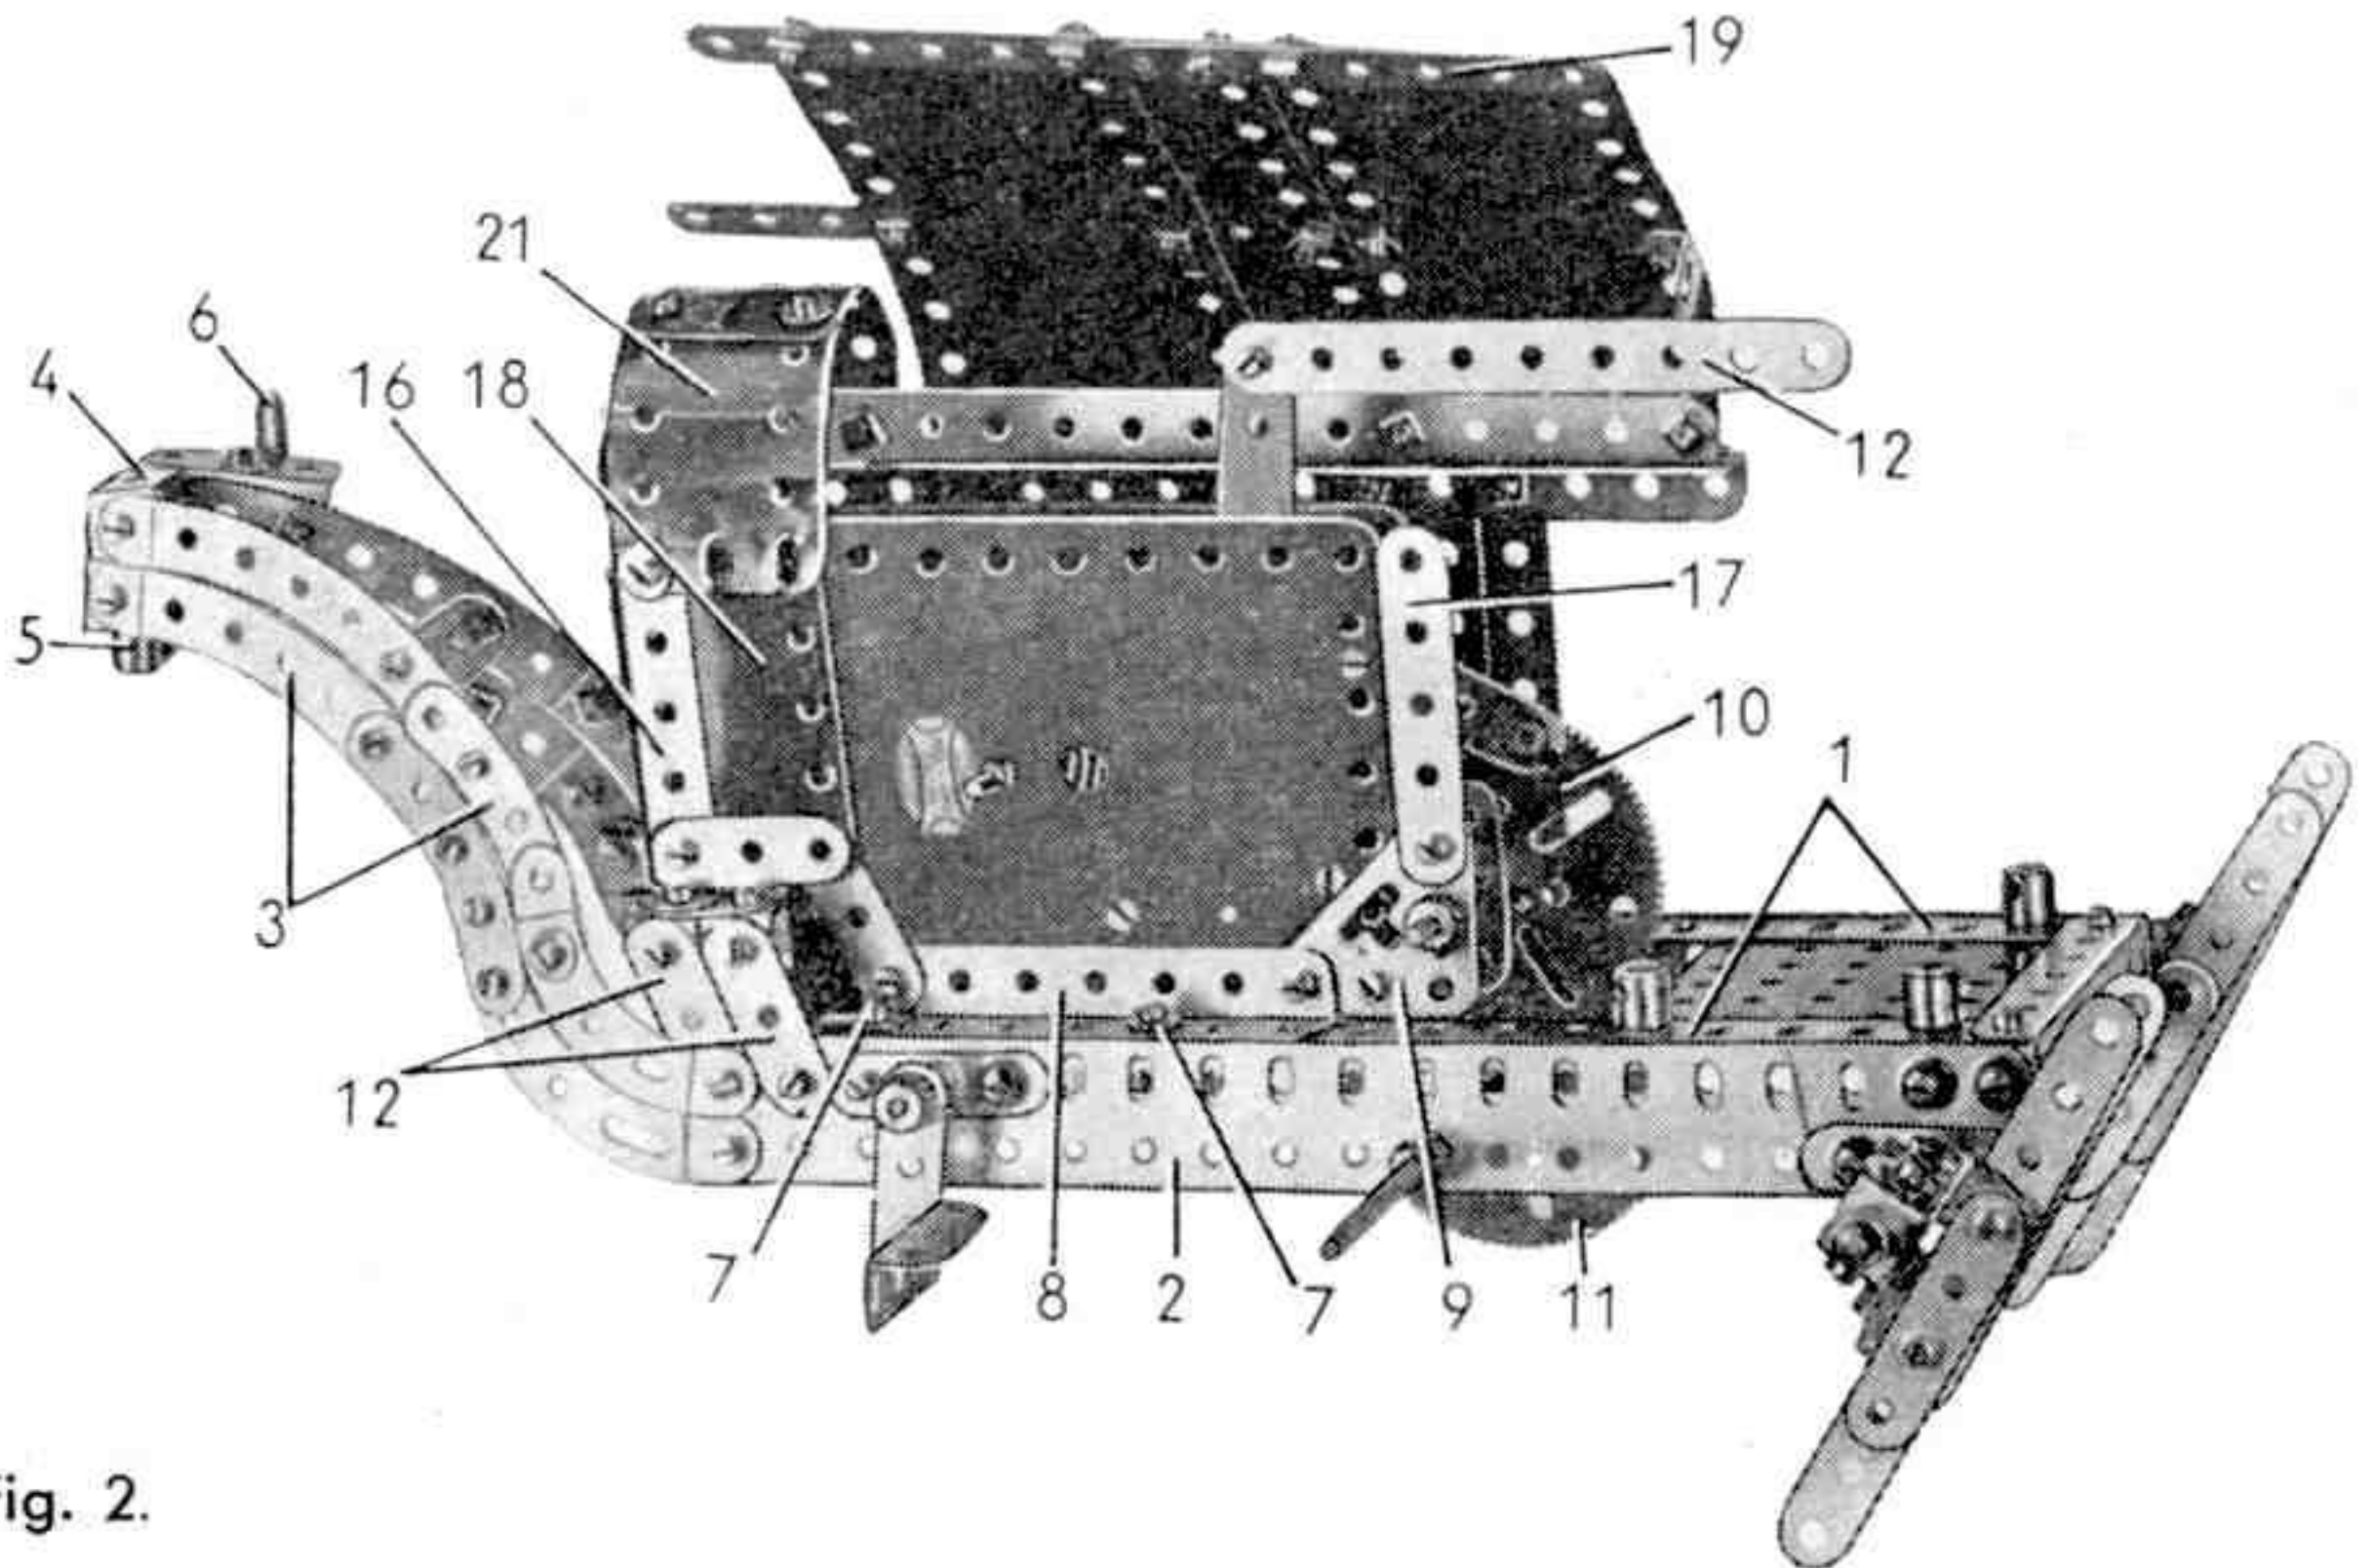

Fig. 2.
Le châssis du rouleau apparaît sur la figure 2. Il est constitué par deux cornières de 19 trous (1), doublées chacune par une poutrelle plate de même longueur (2). Les cornières (1) sont assemblées à l'avant et à l'arrière par une cornière de 9 trous.
Le châssis est prolongé vers l'avant par un col de cygne. Chaque côté du col de cygne est formé de deux bandes composées parallèles (3). Chaque bande (3) est faite d'une bande incurvée épaulée de 6 cm., d'une bande incurvée de 6 cm. et d'une bande incurvée épaulée de 10 cm., disposées comme le montre la figure 2. Les extrémités avant des bandes (3) sont assemblées par des supports doubles. Un troisième support double (4) est placé entre les bandes (3) supérieures. Une grande chape d'articulation (5) est placée entre les bandes (3) inférieures. En outre, sur un des côtés du col de cygne est fixée une cornière de 3 trous qui porte une équerre (6).
Le flasque du moteur forme un des côtés du capot (fig. 2). Il est bordé à l'arrière par une bande de 5 trous (17) fixée à la pointe d'un des goussets d'assemblage (9), et il est prolongé à l'avant par une plaque flexible de 6×4 cm. (18). Une bande composée (19) relie la bande (17) à l'angle de la plaque (18). La bande (19) a été déplacée sur la figure 2 pour monter le moteur ; elle est formée d'une bande de 9 et d'une de 7 trous qui se recouvrent sur 3 trous.